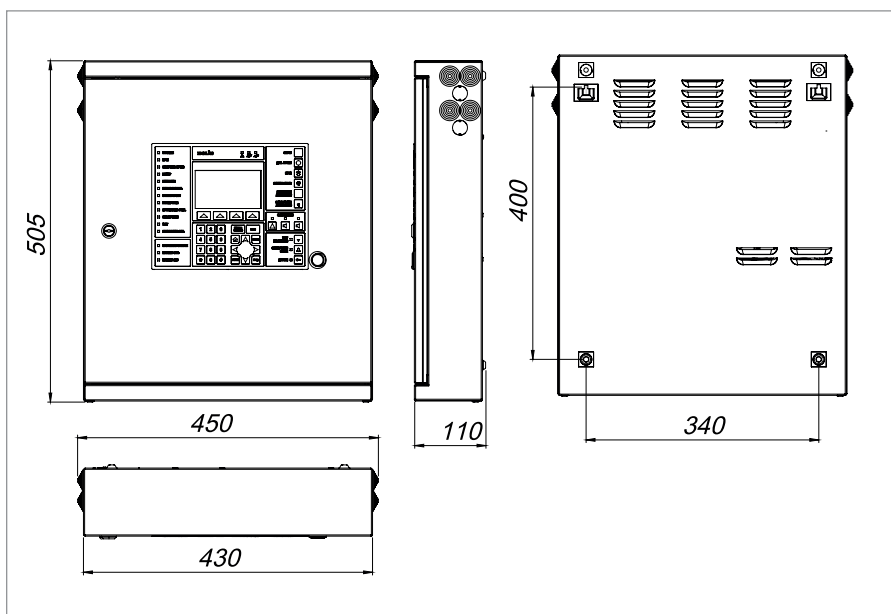

Рисунок 28. Габаритные и установочные размеры ППКУП «Сириус»
2. Просверлите 4 отверстия (для двух шурупов для навешивания прибора и еще двух – для фиксации к поверхности). Расположение отверстий, габаритные и установочные размеры приведены на Рисунок 28.